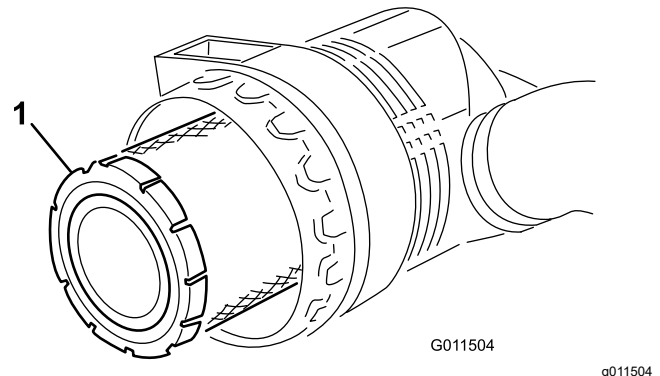

Bild 50
3. Entfernen und wechseln Sie den Hauptfilter aus (**Bild 50**).